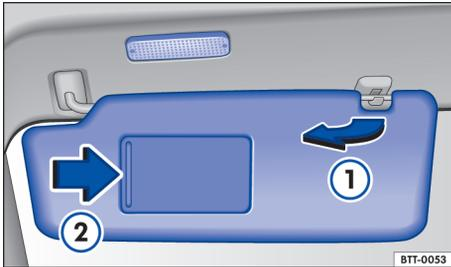

Fig. 76 Parasol.
- Se pueden extraer de la fijación y girar hacia las puertas ⇒ fig. 76 ①.